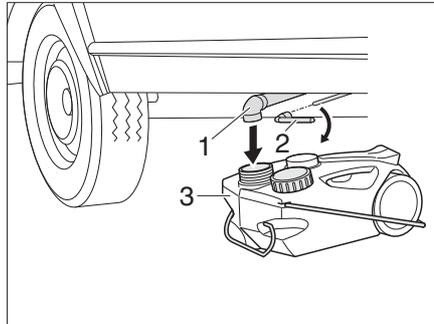

Bild 148 Abwassertank Unterflur
- Abwassertank, fahrbar (Bild 148,3) unter die Abwasserrohrung (Bild 148,1) stellen.
- Steckschlüssel (Bild 148,2) auf Vierkant stecken.